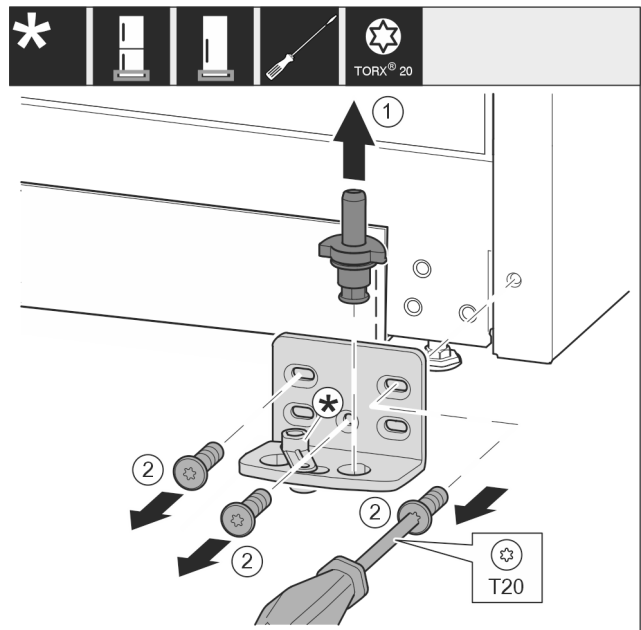

Fig. 42 *
- ▶ Опорный палец Fig. 42 (1) полностью извлеките движением вверх.*
- ▶ Открутите винты Fig. 42 (2) отверткой и снимите опорный кронштейн.*